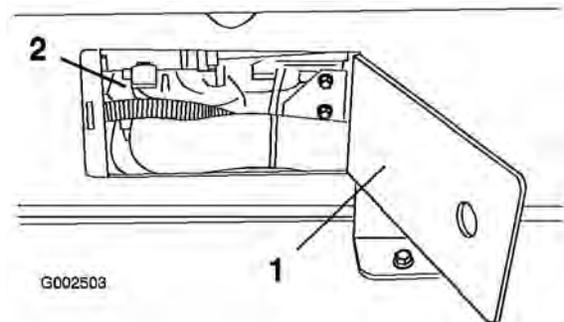

Figure 18
4. Utilisez les panneaux d'accès de chaque côté du patin pour vérifier qu'aucun flexible ou câble n'est coincé (Figure 18).